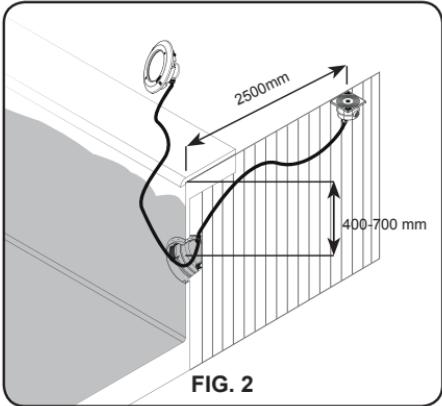

FIG. 2
2. Extraia o conjunto formado pela lâmpada e parte do projector até ao borde da piscina (esta operação é descrita por menorizadamente no manual do projector) (Fig. 2).